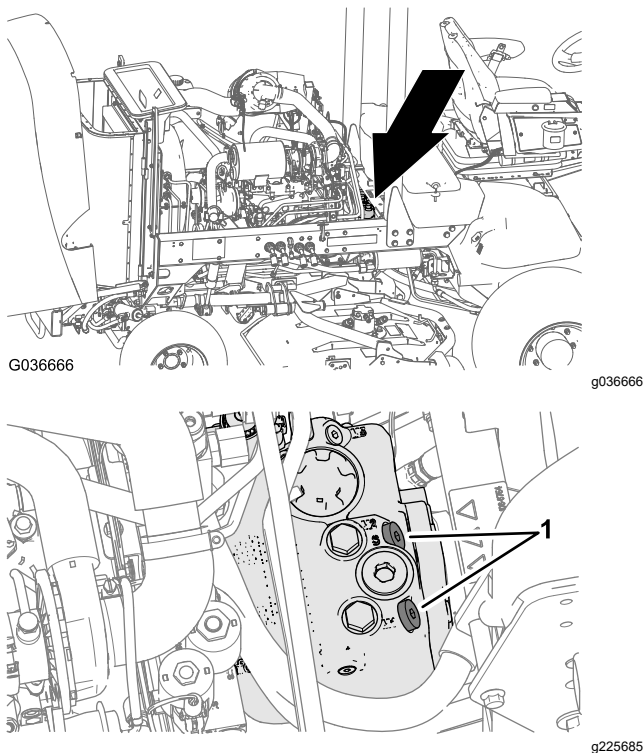

Figure 36
1. Ouvrez le capot et localisez les clapets de décharge (Figure 36) au sommet de la pompe, derrière la batterie/les bacs de rangements.